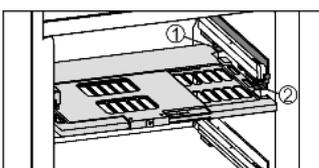

Fig. 23
- ▶ Introduire la plaque de régulation de l'humidité : insérer les travers du couvercle de la plaque par le bas dans le support arrière *Fig. 23 (1)* et encliqueter devant dans le support *Fig. 23 (2)*.